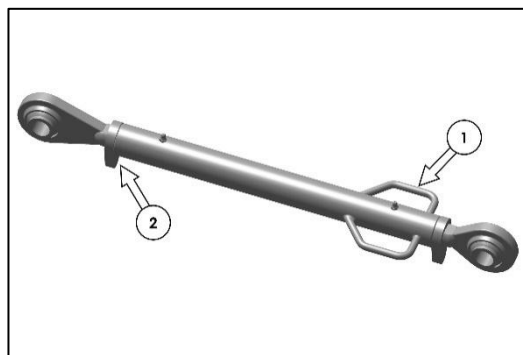

Fig. 198 : RALLONGER/RACCOURCIR LA BARRE SUPÉRIEURE
- Pour régler la longueur de la barre supérieure, desserrer l'écrou de blocage (élément 2 sur la figure 198).
- Faire tourner le tube à l'aide de la poignée (élément 1 sur la figure 198) pour l'allonger ou le raccourcir. Une fois la longueur souhaitée atteinte, serrer l'écrou de blocage.